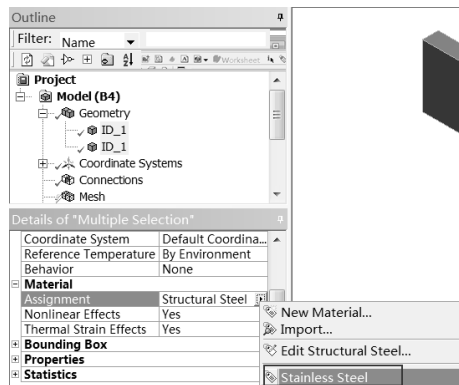

图 12-15 赋予材料属性
Step2：选择 Mechanical 界面左侧 Outline（分析树）中的 Geometry ID_1 选项，此时可在 Details of “Multiple Selection”（参数列表）中设置材料属性，如图 12-15 所示，将材料 Stainless Steel 赋给几何实体。